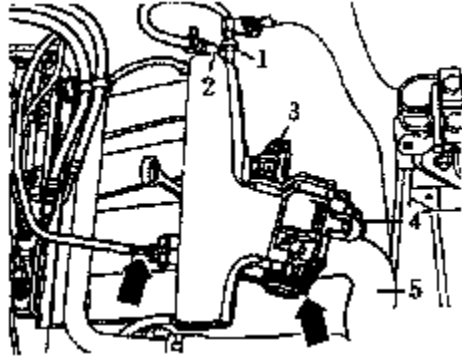

图 4-69 拆卸节气门控制单元附件
- (1) 查询车载收音机密码，关闭点火开关，断开蓄电池接地线。
(2) 排空冷却系统，拆卸发动机舱盖。拆卸冷却液膨胀罐及软管。
(3) 拆开节气门控制单元处及支架处的节气门拉索（不拆卸节气门拉索夹持器），如图 4-69 所示，拆开节气门控制单元处的空气软管 5，断开通向活性炭滤清器的真空管 1，拉出通向制动助力器的真空管 2。拧下进气温度传感器 G42 和节气门控制单元 J338 插头。